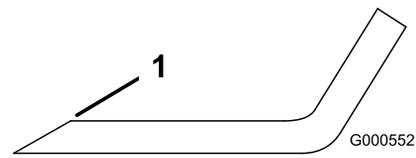
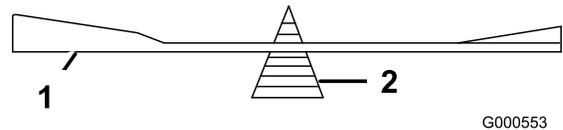

Bild 40
Bild 41
1. Schärfen Sie die Schnittkante an beiden Enden des Schnittmessers mit einer Feile (Bild 40). Behalten Sie den ursprünglichen Winkel bei. Das Schnittmesser behält seine Auswuchtung bei, wenn von beiden Schnittkanten die gleiche Materialmenge entfernt wird.
2. Überprüfen Sie die Auswuchtung des Schnittmessers auf einer Ausgleichmaschine (Bild 41). Wenn das Schnittmesser in seiner horizontalen Position bleibt, ist es ausgewuchtet und kann wiederverwendet werden. Feilen Sie, wenn das Schnittmesser nicht ausgewuchtet ist, vom Flügelbereich des Messers etwas Metall ab (Bild 40). Wiederholen Sie diesen Vorgang, bis das Messer ausgewuchtet ist.